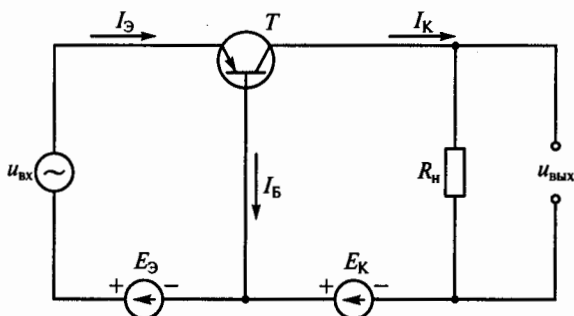

Рис. 183
**7.20.** Транзистор  $T$  на рис. 183 включен по схеме с общей базой. Могут ли превышать единицу коэффициент усиления по току  $K_U$  и коэффициент усиления по напряжению  $K_U$ ?